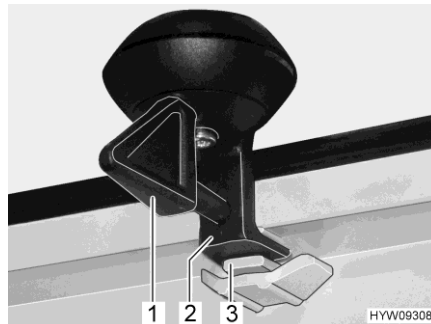

Bild 50 Lås (ventilationsläge)
- Vrid spaken (Bild 50,1) ett kvarts varv. Låset (Bild 50,2) måste glida in i det övre spåret (Bild 50,3).